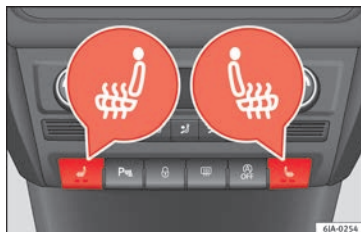

Abb. 143 Sitzheizung für die Vordersitze
Durch Drücken der Taste ❶ bzw. ❷ » Abb. 143 können Sie die Sitzheizung des Fahrer- bzw. Beifahrersitzes einschalten und regulieren.